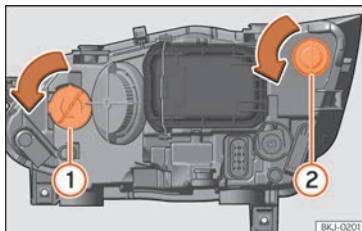

Fig. 104 En el vano motor: lámpara de luz intermitente ① y lámpara de luz DRL (luz de día) ②.
- Gire el portalámparas »» fig. 104 ① o ② hacia la izquierda y tire.